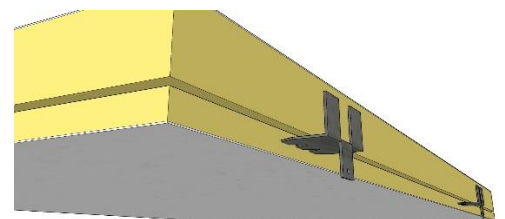

Abbildung 7: Endhalterungen an der letzten Plattenreihe
5. Ist die erste Plattenreihe komplett montiert, setze das H-Profil wie in Abbildung 7 dargestellt ein. Dann kommt die nächste Reihe und so weiter.